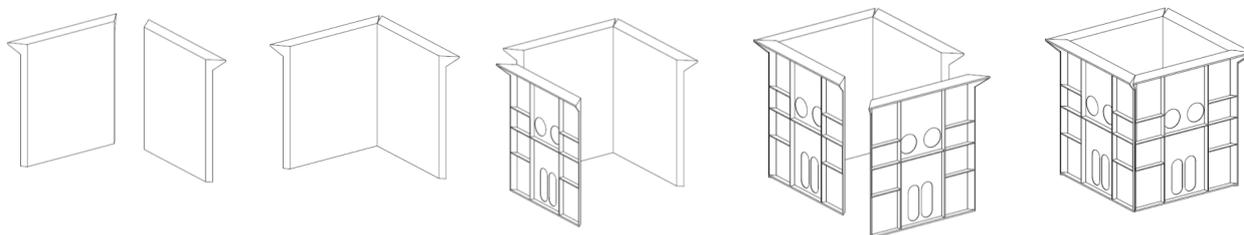

Figura 1
- Una vez desembalado de su caja se enfrentan por sus aristas dos caras de una Arqueta, haciendo coincidir en toda su longitud sus bordes o solapas de estas (figura 1).